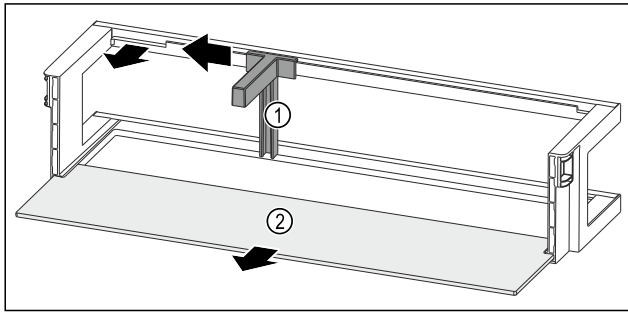

Fig. 93 Balconcino controporta con portabottiglie e ripiano
- ▶ Spingere il portabottiglie Fig. 93 (1) lateralmente fino all'incavo.
- ▶ Rimuovere il portabottiglie Fig. 93 (1).
- ▶ Rimuovere il ripiano Fig. 93 (2).